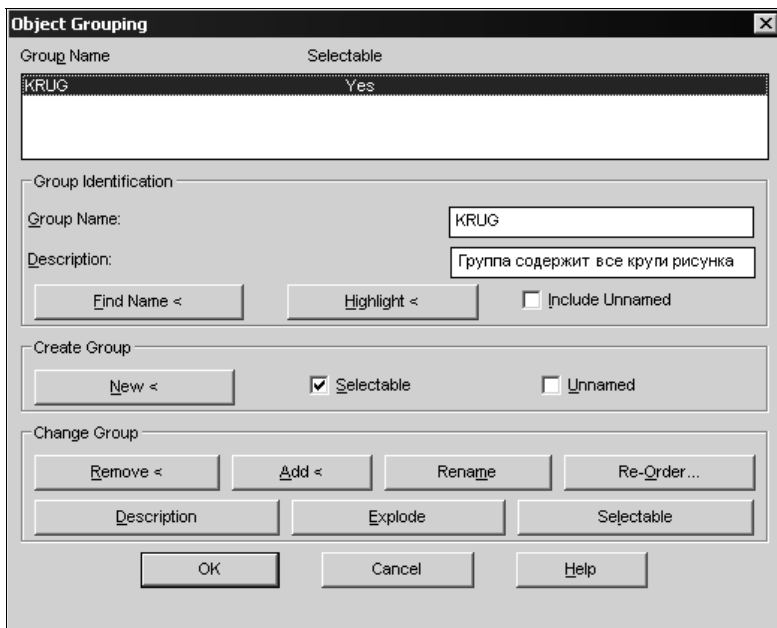

Рис. 4.15. Диалоговое окно **Object Grouping** для управления группами объектов
1. В командной строке введите **GROUP** (ГРУППА) и нажмите клавишу <Enter>. Появится диалоговое окно **Object Grouping** (Группы объектов) (рис. 4.15).
- В диалоговом окне **Object Grouping** (Группы объектов) (см. рис. 4.15) выберите изменяемую группу в списке **Group Name** (Имя группы), затем измените ее свойства, воспользовавшись кнопками, назначение которых проводится далее.